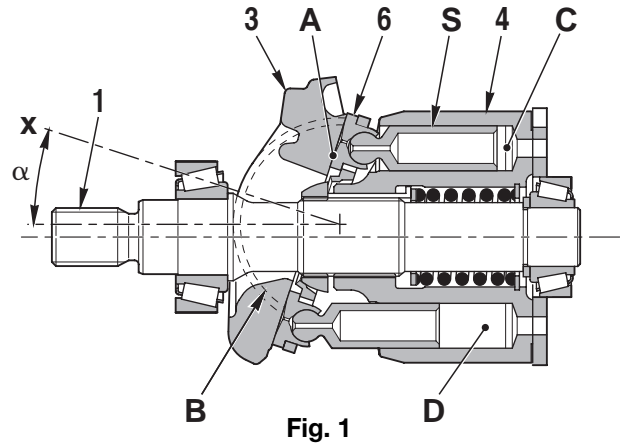

Fig. 1
- 1 - Le bloc-cylindres (4) tourne avec l'arbre (1) et le patin (6) coulisse sur la surface plane « A ». Le plateau oscillant (3) se déplace le long de la surface cylindrique « B » ; l'angle « α » compris entre l'axe de l'arbre (1) et l'axe X du plateau oscillant (3) varie en modifiant la position axiale des pistons par rapport au bloc-cylindres. L'angle « α » est appelé « angle d'inclinaison du plateau oscillant ».
- 2 - Quand l'axe X du plateau oscillant (3) maintient l'angle « α » par rapport à l'axe de l'arbre (1) et donc du bloc-cylindres (4), la surface plane « A » agit comme un excentrique pour le patin (6). Raison pour laquelle, avec la rotation, le piston (5) coulisse dans le bloc-cylindres (4), crée une différence entre les volumes C et D et donc provoque l'aspiration et le refoulement de l'huile dont la quantité est égale à la différence des volumes ($D - C = \text{refoulement}$). En d'autres termes, quand le bloc-cylindres (4) tourne, le volume de la chambre D diminue, c'est la phase de refoulement, et le volume de la chambre C augmente, c'est la phase d'aspiration. (La fig. 1 montre l'état de la pompe quand l'aspiration de la chambre D et le refoulement de la chambre C sont terminés).